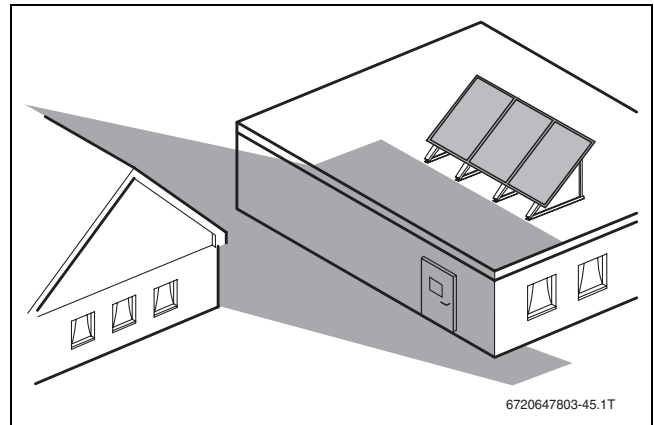

Fig. 11
- Evitar possíveis sombras (→ fig. 11, 19 e 20).